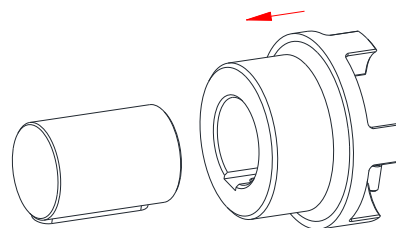

Fig. 20 : Montage des moyeux
- Monter le moyeu sur l'arbre (voir Fig. 20).